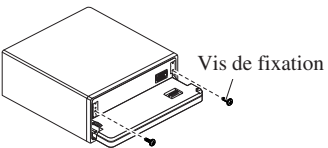

Fig. 14
4. Fixez la face avant sur l'appareil avec les vis de fixation. (Fig. 14)